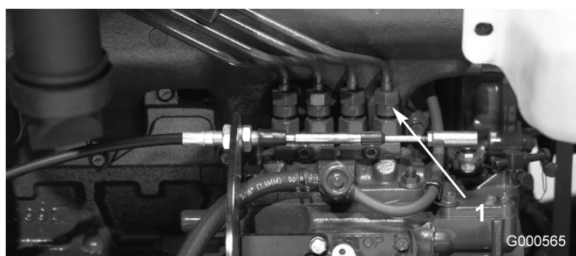

Figura 38
1. Liberte a tubagem que se encontra ligada ao injector nº 1 e à estrutura de suporte da bomba de injeção (Figura 38).